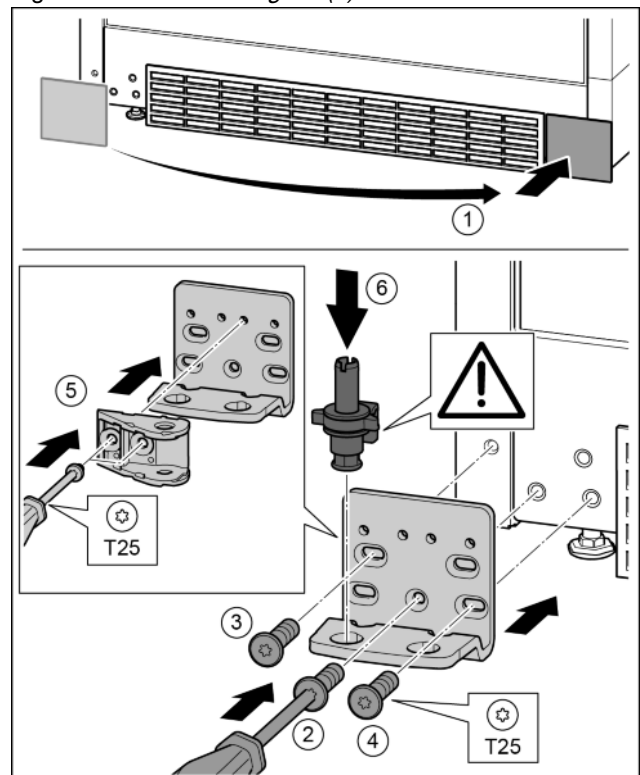

Fig. 30
- ▶ Abdeckung abnehmen und auf der anderen Seite anbringen. Fig. 30 (1)
- ▶ Lagerbock auf der anderen Seite ansetzen und mit Hilfe eines Schraubendrehers T25 anschrauben. Mit Schraube 2 unten in der Mitte beginnen. *Fig. 30 (2)*
- ▶ Schraube 3 und 4 festschrauben. *Fig. 30 (3, 4)*
- ▶ Türaufhängung um 180° drehen. Auf der anderen Seite des Lagerbocks mit Schraubendreher T25 anschrauben. *Fig. 30 (5)*
- ▶ Lagerbolzen komplett einsetzen. Dabei darauf achten, dass der Rastnocken nach hinten zeigt. *Fig. 30 (6)*